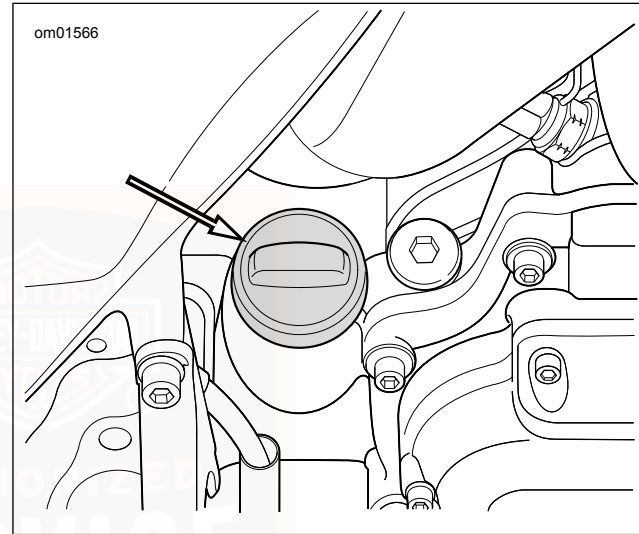

Abbildung 62. Motoröl-Einfüllverschlussstopfen
2. Siehe Abbildung 62. Den Motorölstand prüfen.
3. Siehe Abbildung 62. Ölstand prüfen.